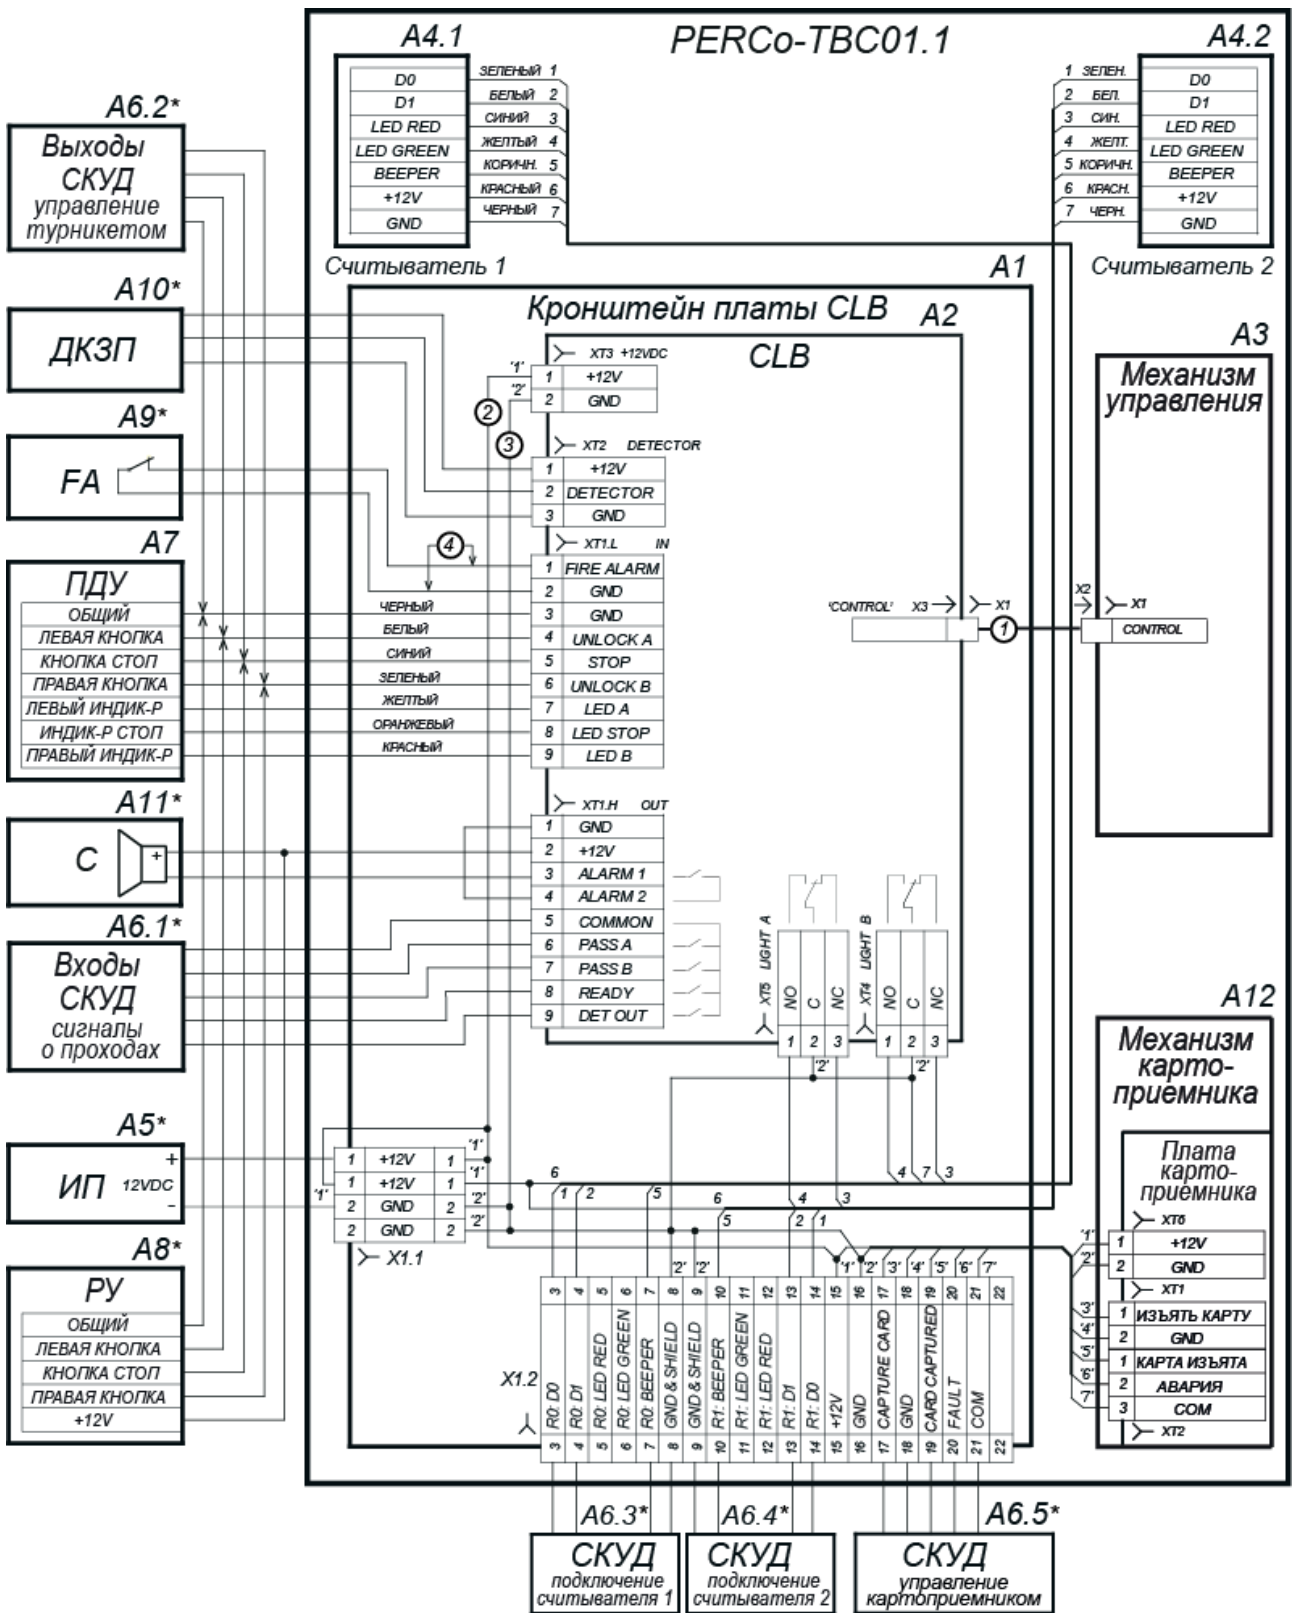

Рисунок 12. Схема электрических соединений турникета¹
- 6 Снимите крышку турникета (3) (см. разд. 6).
- 7 Подключите кабель питания (16) к клеммной колодке **X1.1** (см. рис. 12). Подключите кабель ПДУ (15) к клеммной колодке **XТ1.L** на плате управления (см. рис. 5). Подключите при необходимости кабели от других устройств к соответствующим клеммным колодкам платы управления (см. рис. 5 и рис. 12).
- 9 После подключения всех кабелей и закрепления стойки на полу установите на место крышку (3) (см. разд. 6). Для установки в рабочее положение преграждающих планок снимите с поворотного механизма крышку (6), отвернув винт М4×25. Отверните болт М8×30, установленный на преграждающей планке (5). Установите преграждающую планку в соответствующее посадочное место и зафиксируйте болтом. Под головку болта установите пружинную шайбу. Затяжка болтов должна обеспечивать надежную фиксацию преграждающей планки (без люфта).
- 10 Подсоедините кабель картоприемника к плате картоприемника согласно схеме (см. рис. 12) и рис. 10.
- 11 Установите торцевые крышки (8) в рабочее положение и закрепите в порядке, обратном снятию.
- 12 Установите в рабочее положение контейнер картоприемника (12) со стороны механизма картоприемника, а заглушку (10) – с противоположной стороны.
- 13 Установите крышку (3) в рабочее положение (см. разд. 6).
Подключение контроллера к плате управления турникета производится в соответствии с рис. 12.
Передача данных от считывателей осуществляется по интерфейсу *Wiegand*. Подключение считывателей к контроллеру СКУД необходимо производить экранированным кабелем в соответствии с рис. 12.
* Линии управления светодиодной индикацией считывателей при производстве подключены к клеммным колодкам **XT4**, **XT5** платы управления (см. рис. 12). Для осуществления внешнего управления индикацией от контроллера СКУД необходимо отключить синие и желтые провода считывателей от разъемов **XT4**, **XT5** платы управления, и подключить их к соответствующим контактам выносной клеммной колодки **X1.2**.